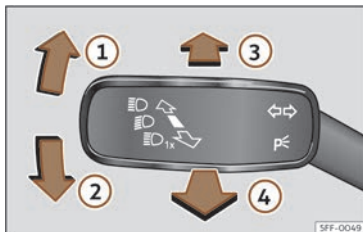

Fig. 96 Palanca dels intermitents i de llum de carretera (segons les versions).
- Des de la posició base, premeu cap endavant la palanca dels intermitents i llum de carretera >>> fig. 96 ③.
- **O BÉ:** amb el llum de carretera connectat, estireu cap enrere la palanca dels intermitents i del llum de carretera >>> fig. 96 ④.